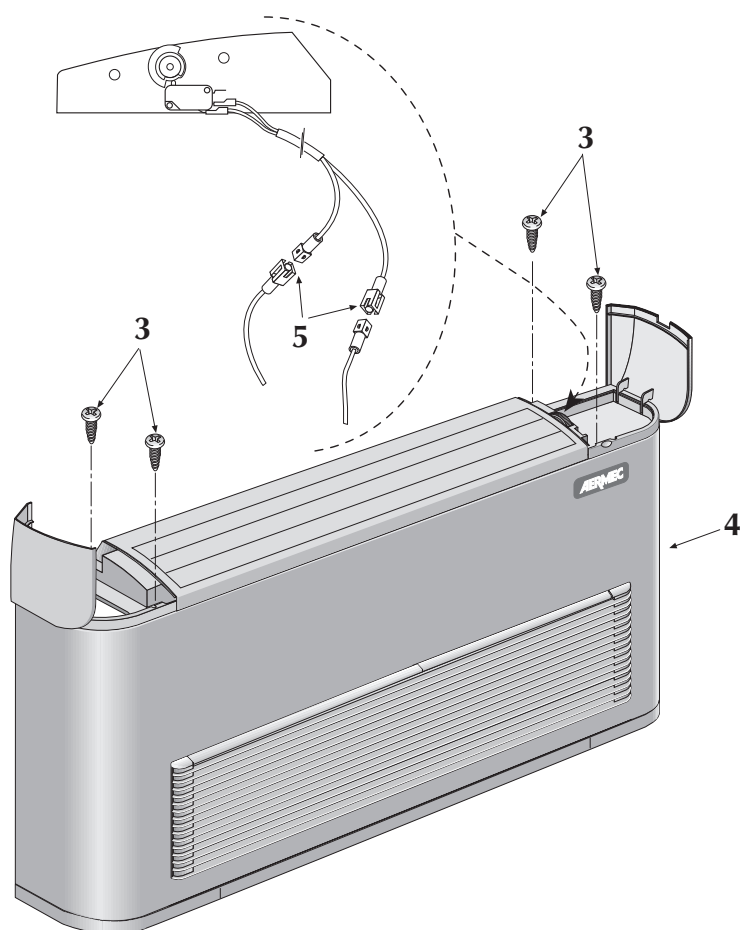
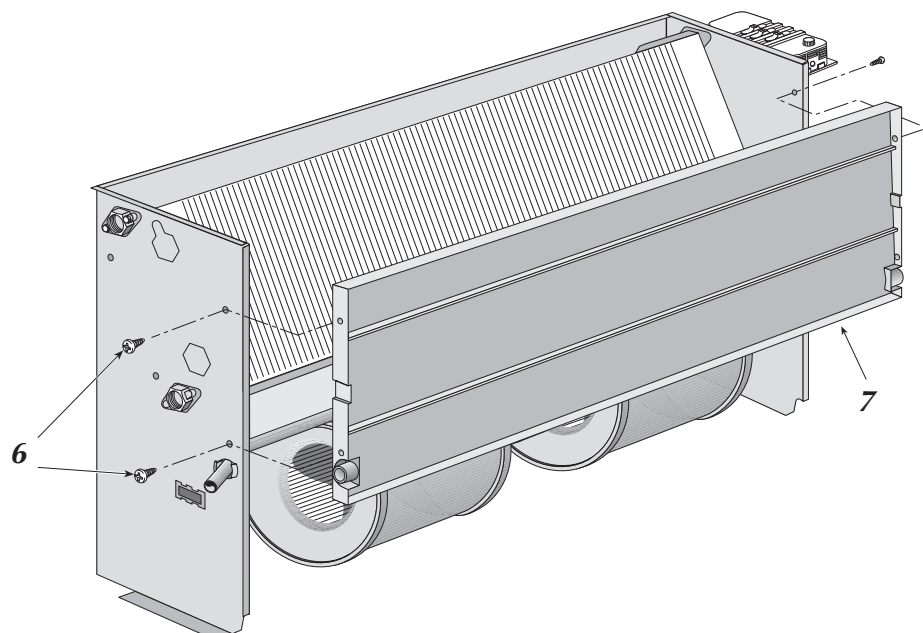

Fig. 2
Fig. 3
per versione FCX - U togliere le quattro viti (3 fig. 2) che fissano il mantello al frutto e sfilare il mantello di copertura (4) avendo cura prima di staccare, se necessario, i connettori elettrici (5) del microinterruttore consenso ventilatore, e, se presente, la sonda di temperatura ambiente. Togliere le viti (6 fig.3) (o i rivetti per i modelli FCX 62U, 82U, 102U) ed estrarre la bacinella raccogli condensa (7).
FCX - U version: remove the four screws (3 fig. 2) securing the cover to the contact block, then slide out the cover (4) after having disconnected the electrical connectors (5) of the fan microswitch and the ambient temperature sensor (if present). Remove the screws (6 fig. 3) (or rivets in the case of FCX 62U, 82U, 102U models), then pull out the condensate tray (7).
pour version FCX - U, retirer les quatre vis (3 fig. 2) fixant la carrosserie au châssis et ôter la carrosserie (4) en ayant soin de débrancher d'abord, si nécessaire, les connecteurs électriques (5) du micro-interrupteur de validation du ventilateur et la sonde de température ambiante si elle est présente. Retirer les vis (6 fig. 3) ou les rivets pour les modèles FCX 62U, 82U, 102P et retirer le bac de récupération de la condensation (7);
bei Version FCX - U die vier Schrauben lösen (3 Abb. 2), die die Abdeckplatte an der Anschlußhalterung befestigen und die Abdeckplatte (4) herausziehen. Falls erforderlich, zuvor die elektrischen Verbinder (5) des Mikroschalters für die Ventilatorzustimmung trennen und den Raumtemperaturfühler (falls vorhanden). Die Schrauben (6 Abb.3) oder die Nietbolzen bei den Modellen FCX 62U, 82U, 102U lösen und die Kondensatauffangschale (7) herausnehmen.